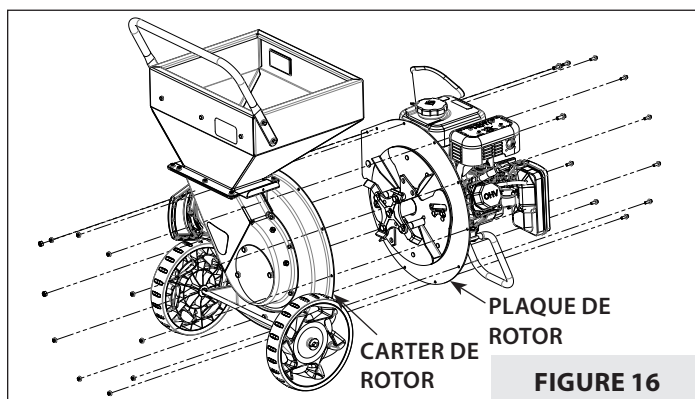
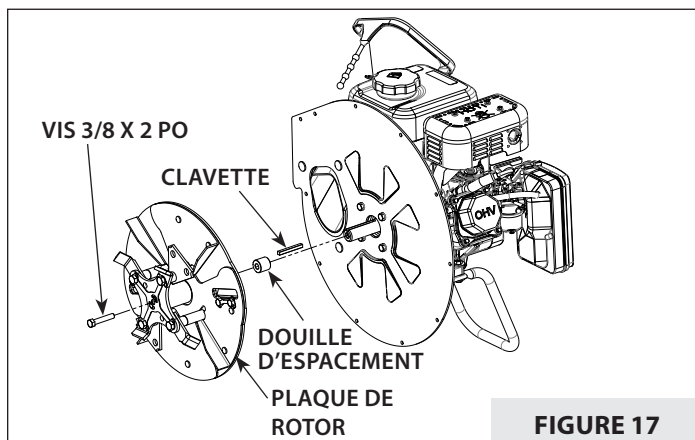

FIGURE 16
FIGURE 17
3. Détacher le carter de rotor et la trémie de la plaque du rotor. **VOIR FIGURE 16.**
4. Déplier les languettes latérales pour dégager la vis de fixation centrale et retirer la vis (8).
5. Avec précaution, retirer la plaque de rotor, la douille d'espacement et la clavette (10) du vilebrequin. **VOIR FIGURE 17.**
1. Remettre le rotor en place sur le vilebrequin en veillant à remonter la douille d'espacement et la clavette. **VOIR FIGURE 17.**
4. Remonter le carter de rotor et la trémie. **VOIR FIGURE 16.**